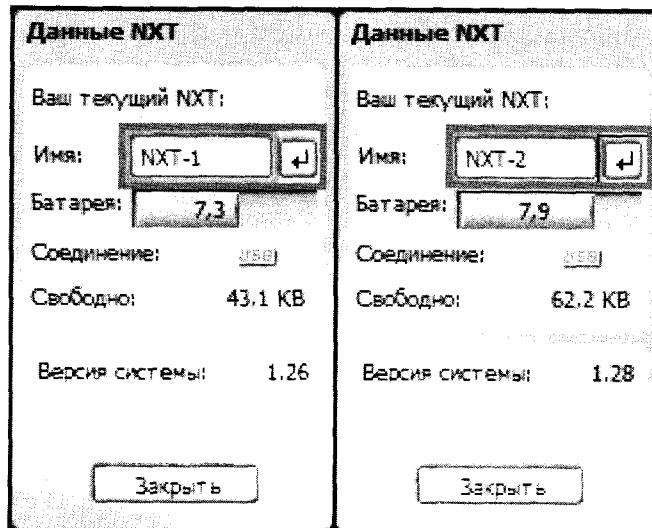

Рис. 103. Окно NXT. Имена роботов
1. Проверьте имена ваших роботов, они должны быть разные (рис. 103).